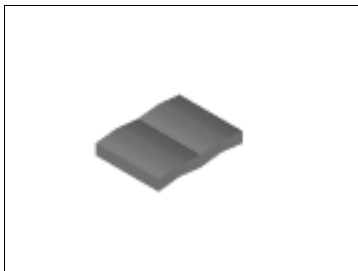

图 2-1
本例制作书，如图 2-1 所示。
9. 单击 **视图 (V)** → **【渲染】** → **【渲染】** 出现对话框，单击 **渲染**，这时就可以看到图 2-1 的效果了。